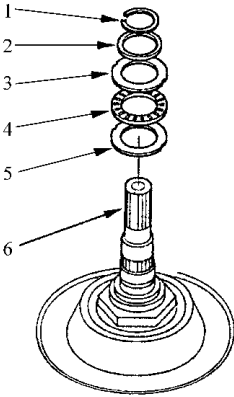

图 5-88 拆卸卡环
15) 如图 5-88 所示，拆卸紧固输入轴，然后，从输入轴上，拆卸止推垫片、止推垫圈、推力滚针轴承和止推垫圈。